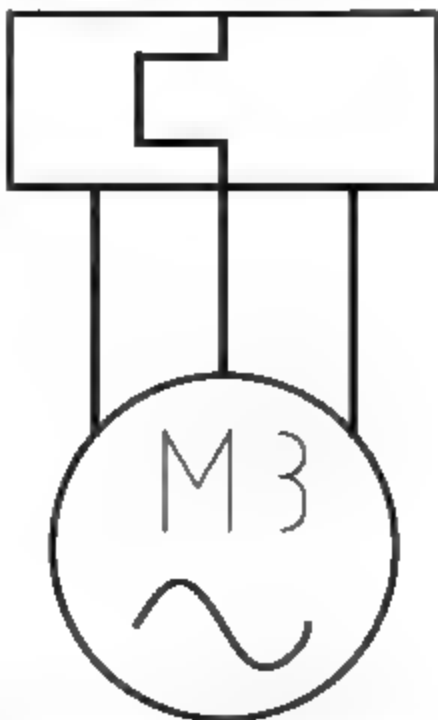

图6-106 修剪图形
(8) 调用TR【修剪】命令，修剪多余的图形，如图6-106所示。